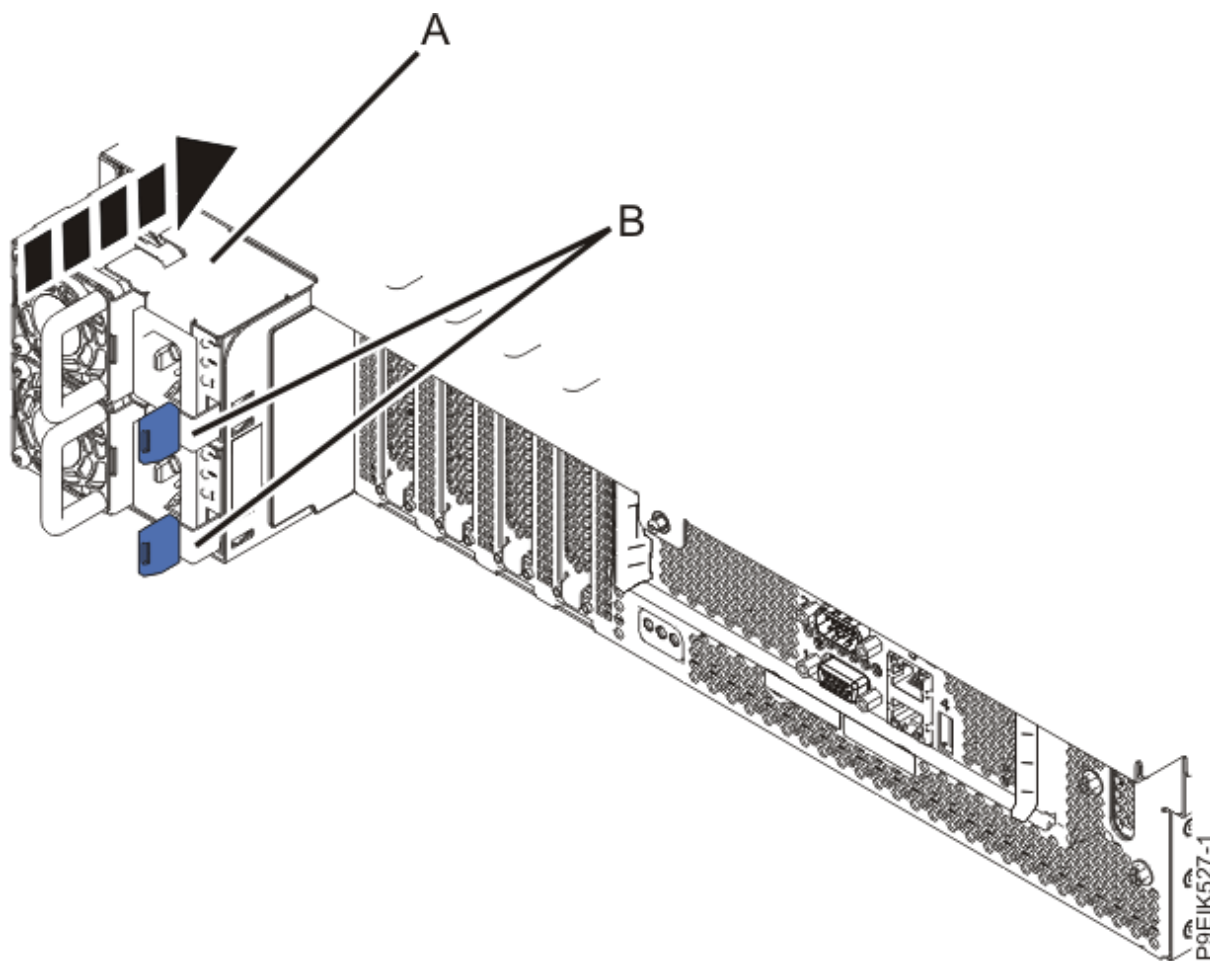

図 38. システムの電源装置の取り替え
4. 80 ページの図 38 に示すように、電源装置を再取り付けします。